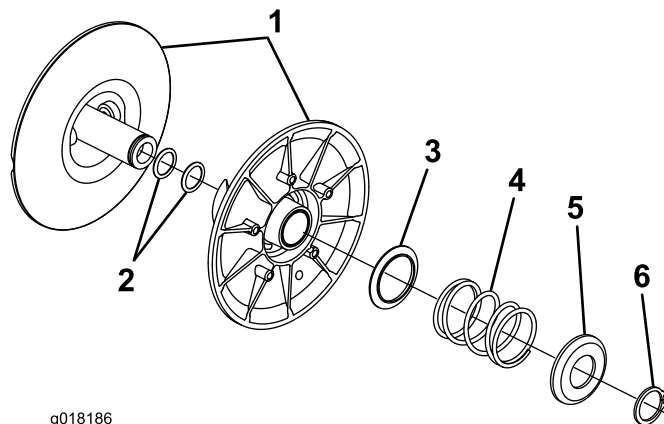

Bild 9
6. Drehen Sie die Kupplung um (Bild 9).
7. Drücken Sie den äußeren Federhalter und die Feder mit dem Federdruckwerkzeug (TOR-6027) zusammen, um den Druck auf den Haltering zu verringern (Bild 9).
9. Ziehen Sie die zwei Kupplungshälften auseinander (Bild 9).
10. Schieben Sie eine Beilagscheibe auf die Kupplungswelle (Bild 9).